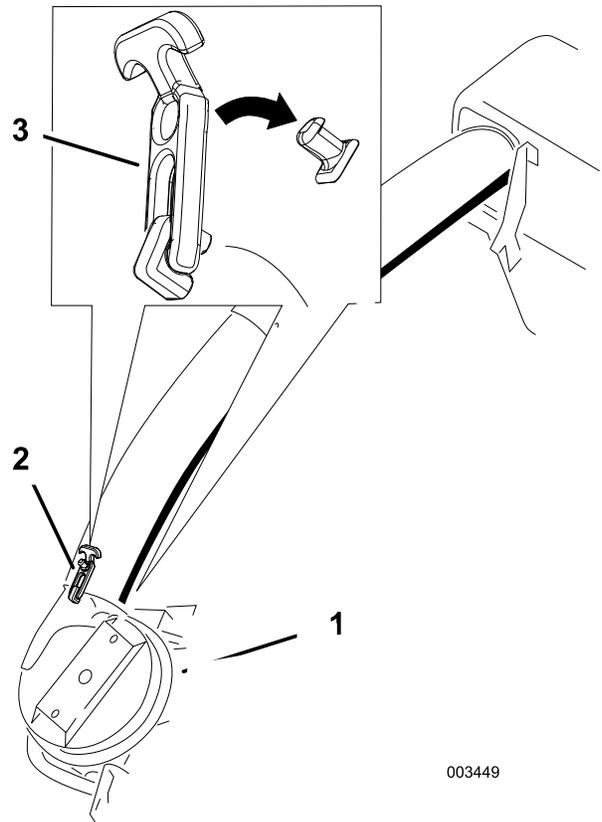

Figura 53
9. Deslice el tubo inferior sobre la carcasa del soplador y sujete ambas piezas con los cierres (Figura 53).